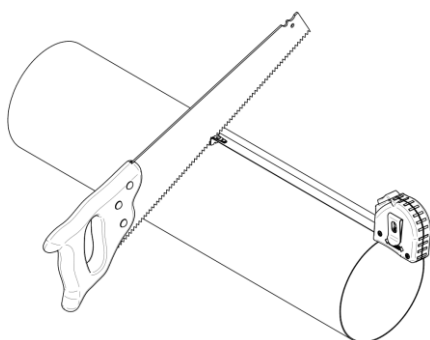

Рис. 21
- Изготовьте гильзу длиной равной толщине стены плюс 10мм ( $L_{\text{гильза}} = \text{Толщина стены} + 10\text{мм}$ ), см. Рис. 21.